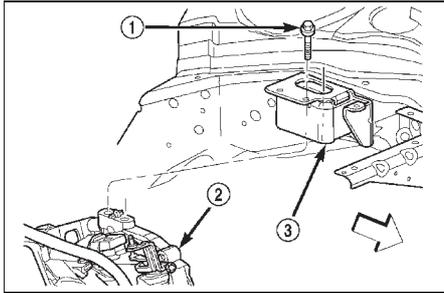

Рис. 13. Верхняя опора КПП. 1 - болт, 2 - АКПП, 3 - опора.
(25) Подведите под двигатель временную опору (домкрат).
(26) Отверните болты верхней опоры КПП (рис. 13).